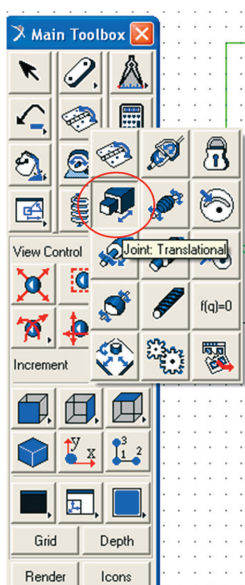

Figura 3.12(a)-
- Na parte inferior dessa caixa de diálogo, selecione no primeiro campo a opção *1 Location* e no segundo campo *Pick Feature* (Figura 3.12(b)).